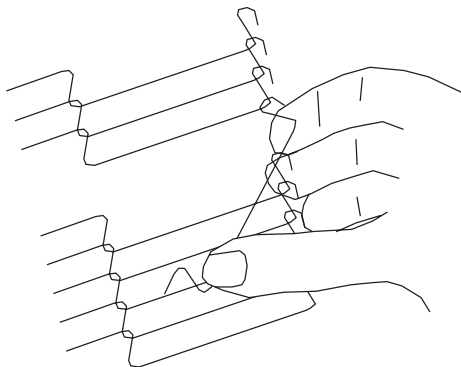

Figura 4-29.
3. Quite los eslabones maestros externos de los laterales izquierdo y derecho de la correa del transportador como se indica en la Figura 4-29.